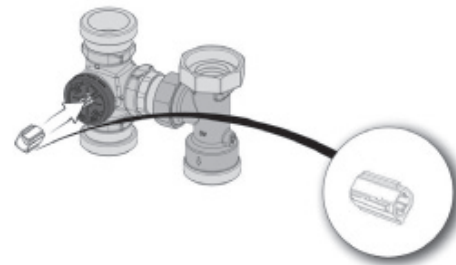

Рис. 18
4. Прилагаемый к сервомотору адаптер (3) (рис. 18) надеть на вентиляльную вставку смесителя.
5. Убедитесь, что длинное ребро адаптера направлено вниз (рис. 18).